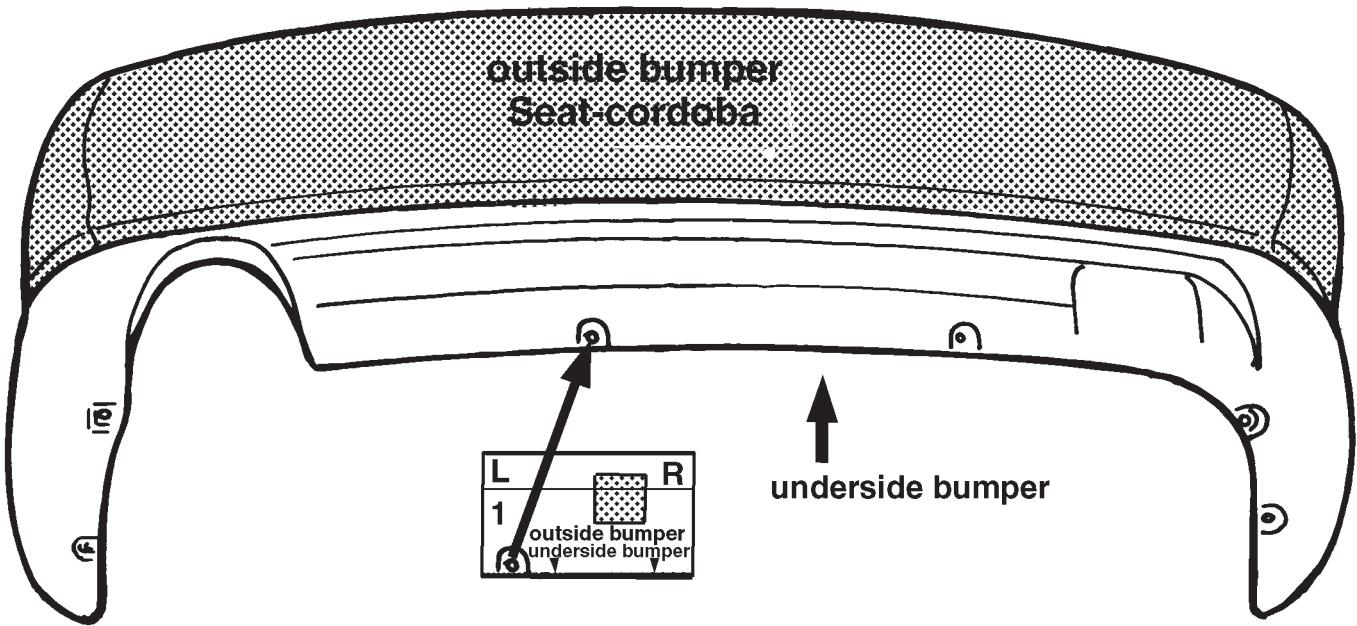
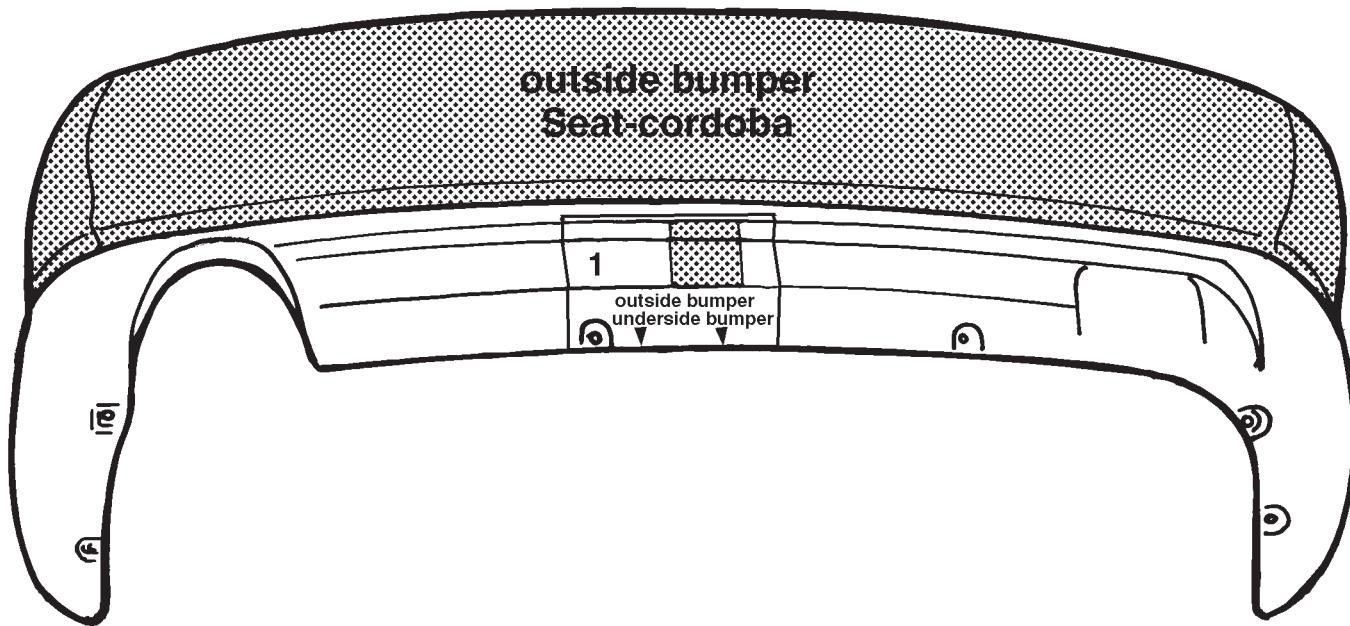
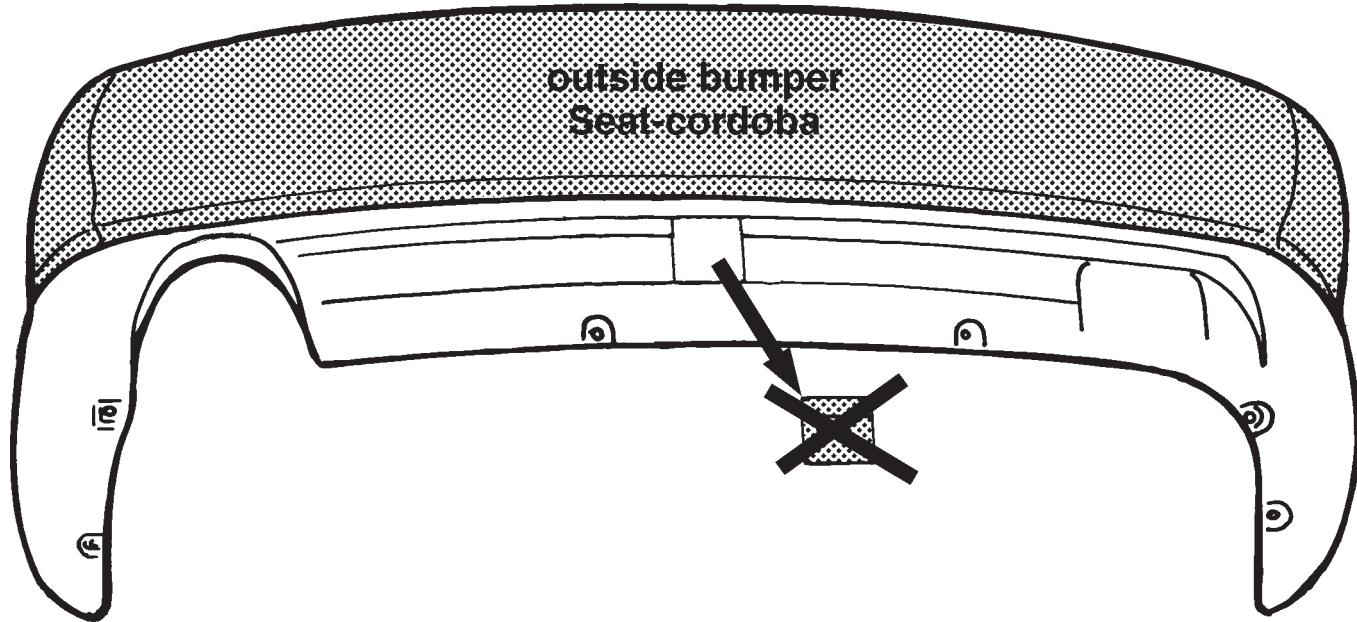

Fig. 4
Fig. 5
Fig. 6
- 2a.Anbring skabelonen 1 ifølge fig.4 og fig.5 midt på kofangerens yderside. Sav den afmærkede del af ifølge fig.6.
- 2a. Colocar la plantilla 1 de acuerdo con las figuras 4 y 5 en el centro exterior del parachoques. Serrar la parte indicada de acuerdo con la fig. 6.